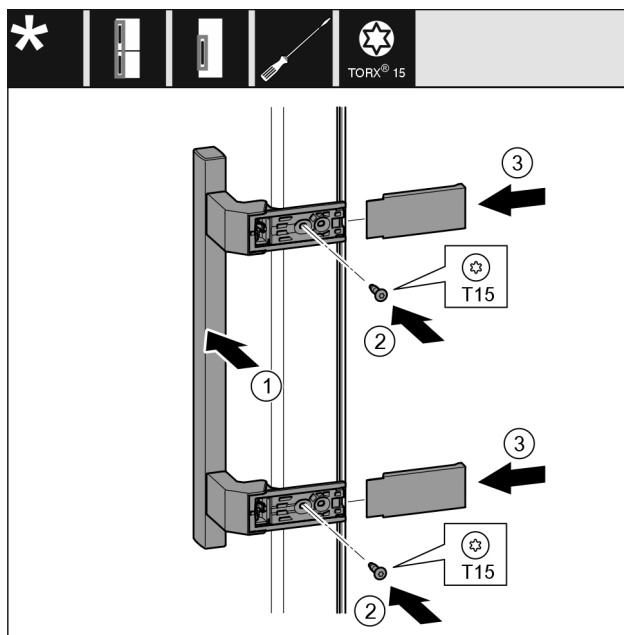

Fig. 22
- Postavite ručku Fig. 22 (1) na suprotnu stranu.
- Odvijačem pritegnite vijke Fig. 22 (2).
- Postavite poklopce Fig. 22 (3) bočno i natakните ih.